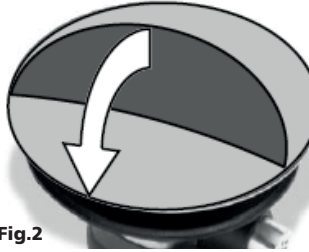

Fig.2
Antes de utilizar el equipo, aplique varias gotas de aceite en la abertura de entrada de aire (C) de la herramienta neumática. Elija la almohadilla de lijado correcta, según el caso, y móntela en la placa (fig.2).